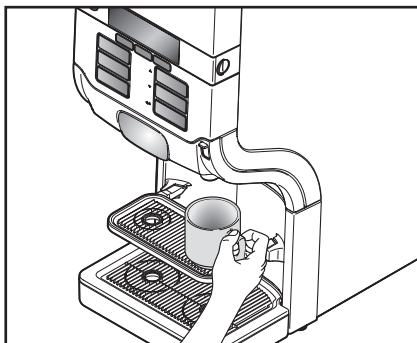

Fig. 10
- Plasser koppen på koppebrettet (fig. 10).
1. Plasser koppen på koppebrettet (fig. 10).